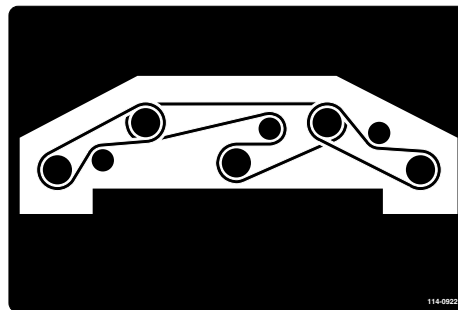

Figure 116
8. Installez la courroie neuve autour des poulies d'axe et de la poulie de tension (Figure 116).